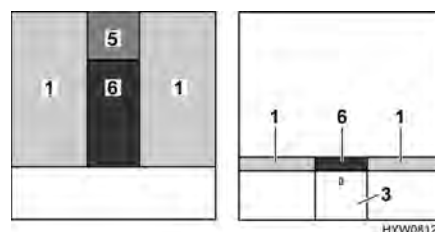

Bild 80 Efter ombyggnaden
- Lägg extradynan (Bild 80,5) på nattduksskåpet.
- Lägg extradynan (Bild 80,6) mellan madrasserna (Bild 80,1).